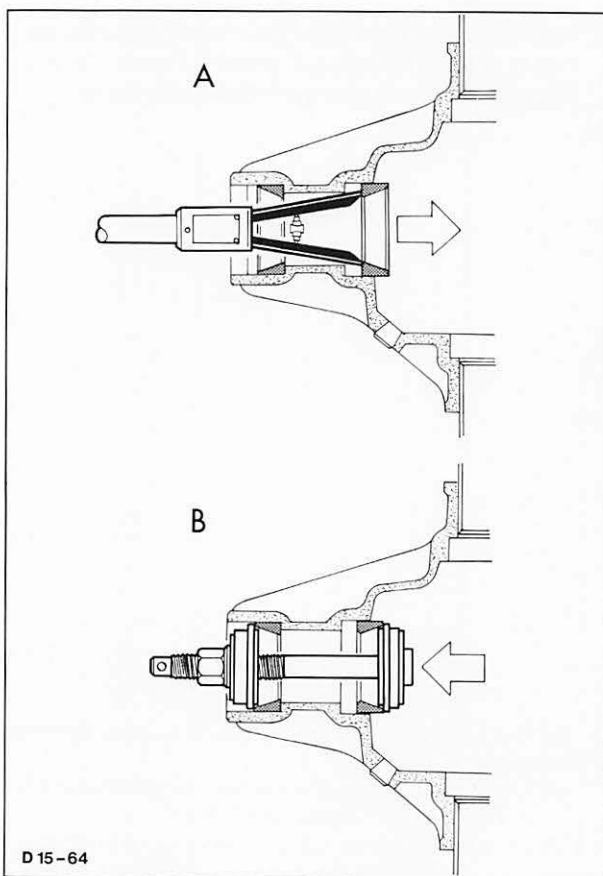

Abb. 56 A = Lageraußenring herausschlagen
7. Kleinen Lageraußenring mit dem Spreizdorn 15-043 herausschlagen und neuen Lageraußenring mit dem Spezialwerkzeug 15-033 einziehen. Großen Lageraußenring auf gleiche Weise erneuern. (Die Druckstücke des Einziehwerkzeuges haben jeweils auf einer Seite eine Stufe zum Einziehen der Laufringe in die Hinterachse der früheren Fahrzeugtypen, die im $\varnothing$ kleiner waren). Abb. 56.
Lageraußenringe unbedingt nacheinander auswechseln, damit jeweils ein Lageraußenring als Führung des Einziehwerkzeuges dient. Abb. 56 (B).